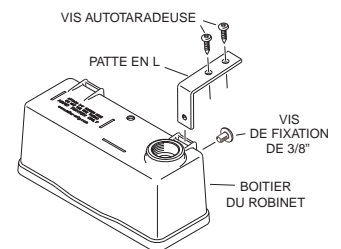

Figure 6
1. Insérez les deux pattes en L dans le boîtier du robinet en suivant l'illustration (voir figure 6).
5. Fixez chaque patte en L au bord du réservoir avec deux vis autotaradeuses (2).